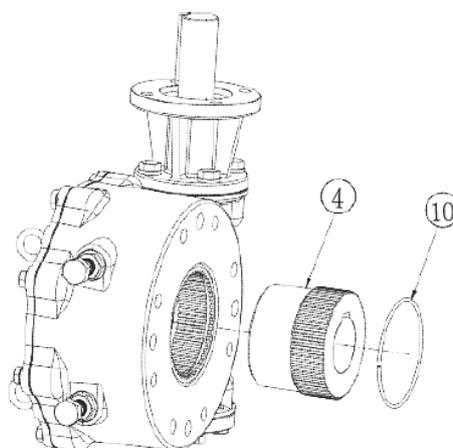

Bild 4: Zahnabenzwischenstück Baugruppe
2. Entfernen Sie den Sicherungsring (Teil nr. 10) und Zahnabenzwischenstück (Teil nr. 4, siehe Abbildung 4).